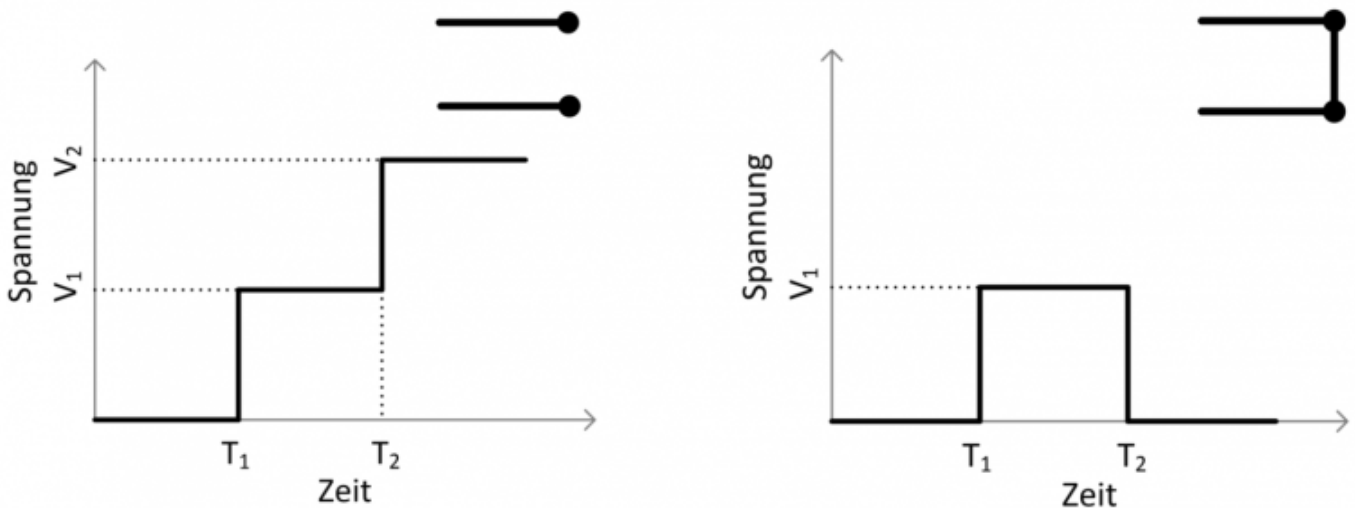

Bild 1 – Schematische Darstellung – Reflektionen von Unterbrüchen und Kurzschlüssen
- Positionen in der Leitung, die eine Verkleinerung des Wellenwiderstands haben, werden eine fallende Flanke aufweisen. Durch diese Reflektion wird die Spannung in der Leitung sinken. Damit werden unterschiedliche Störungsarten im Kabel erkannt. Diese sind im Bild 1 dargestellt. Im Rahmen des Projekts haben wir drei Fälle gemessen: